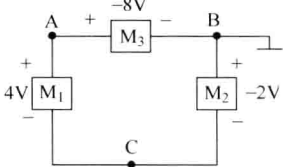

图 1-1-10
(2) 以 B 为参考点，如图 1-1-10 所示，则 $V_B = 0$